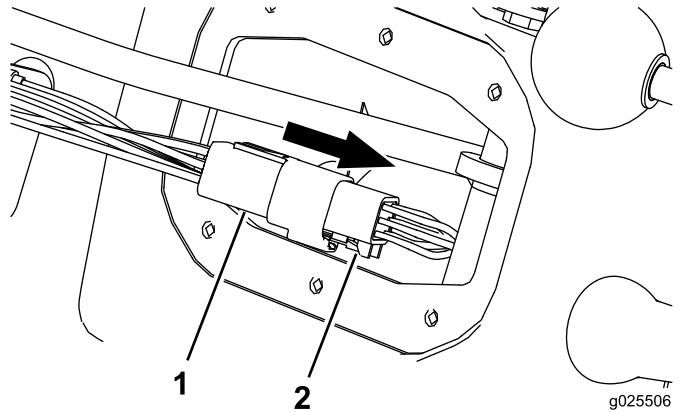

Figura 12
- Desenchufe el conector del indicador de cambios del arnés de la máquina (Figura 12).